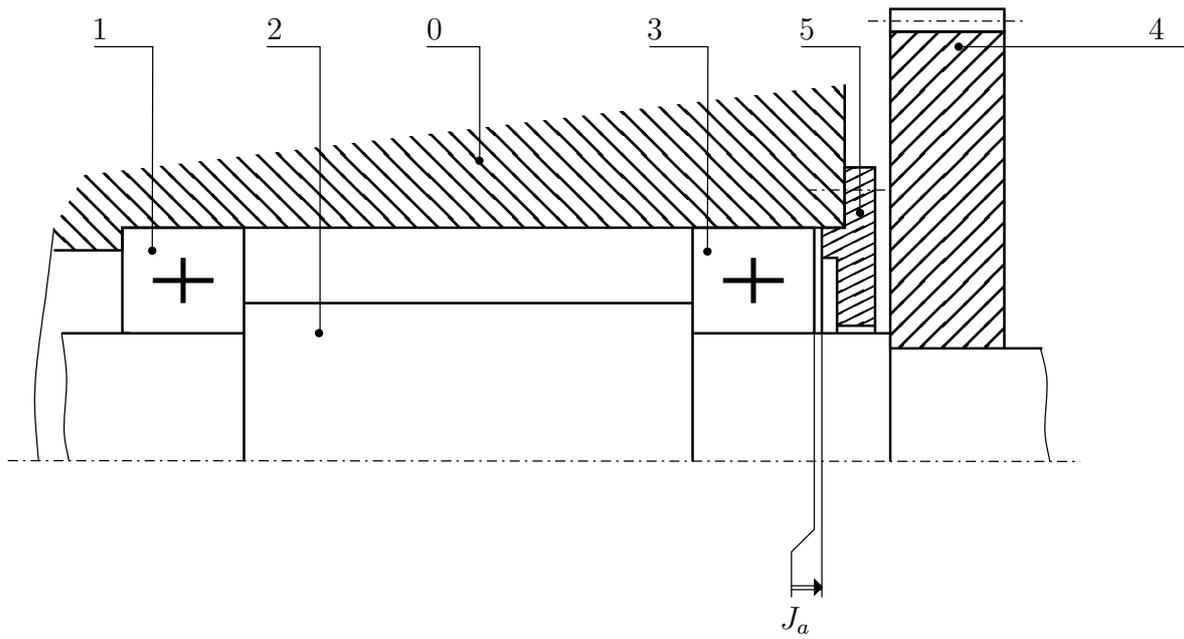

FIG. 9 – Chaine de cotes à effectuer.
10) Effectuez la chaîne de cotes du jeu J_a sur la FIG. 9. [1.5]